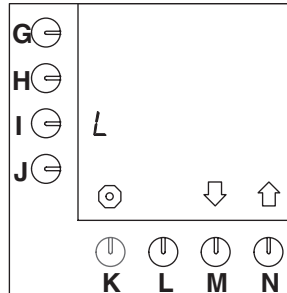

Abb. 32 Die serienmäßig eingestellte Einheit=L (Liter)
- Dies ist die Standardeinstellung (Abb.32).